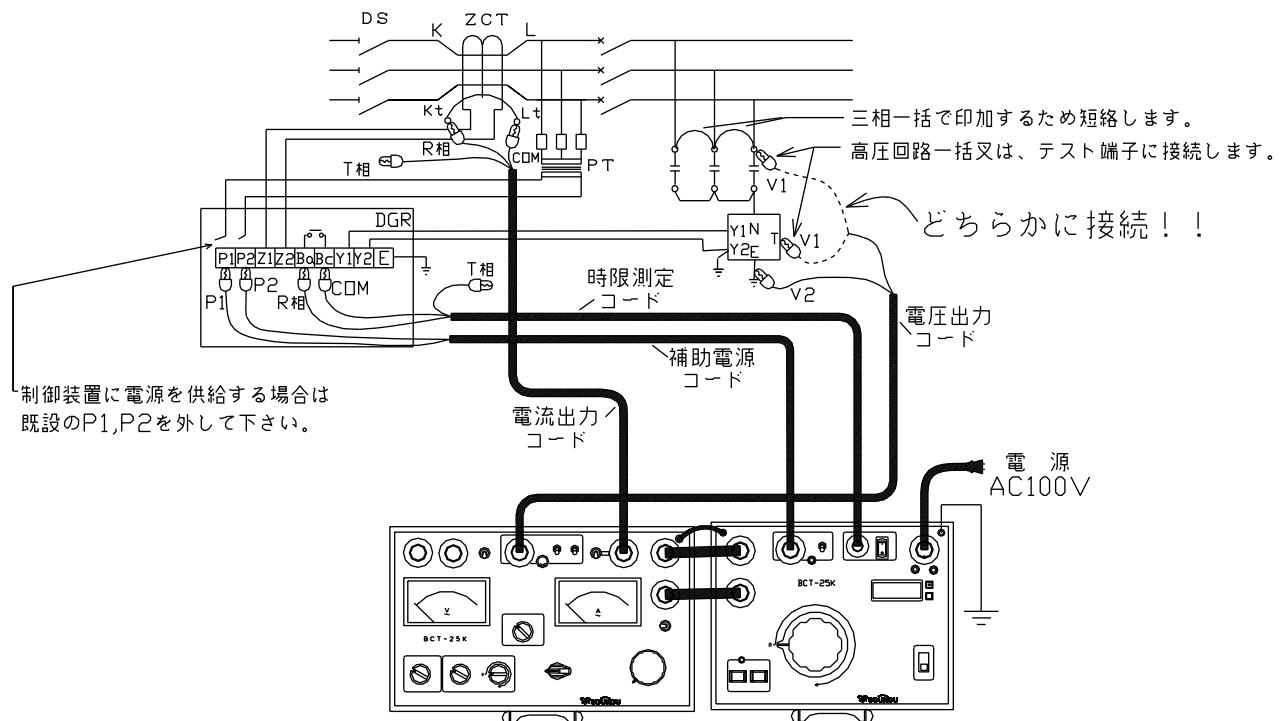

図16：試験回路図一電気室の単体試験（停電状態）
6. 以上のような点を注意し、試験回路を構成します。（図16,17）